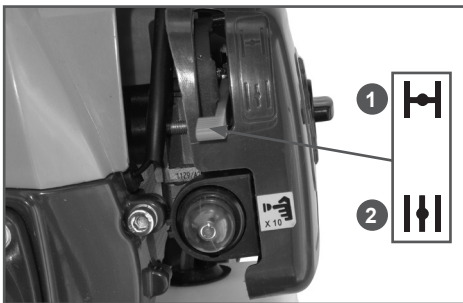

Рис. 4 Положения рычага управления воздушной заслонкой карбюратора
5. Закройте воздушную заслонку карбюратора. Для этого рычаг управления воздушной заслонкой переведите в положение «1» (ЗАКРЫТО) (Рис. 4).
8. После первой вспышки переведите рычаг воздушной заслонки в положение 2 «ОТКРЫТО» (Рис. 4). Далее, слегка потяните за ручку стартера, пока не почувствуете сопротивление, затем сильно, но плавно потяните за ручку стартера. Повторите это действие 1-3 раза, двигатель должен запуститься.